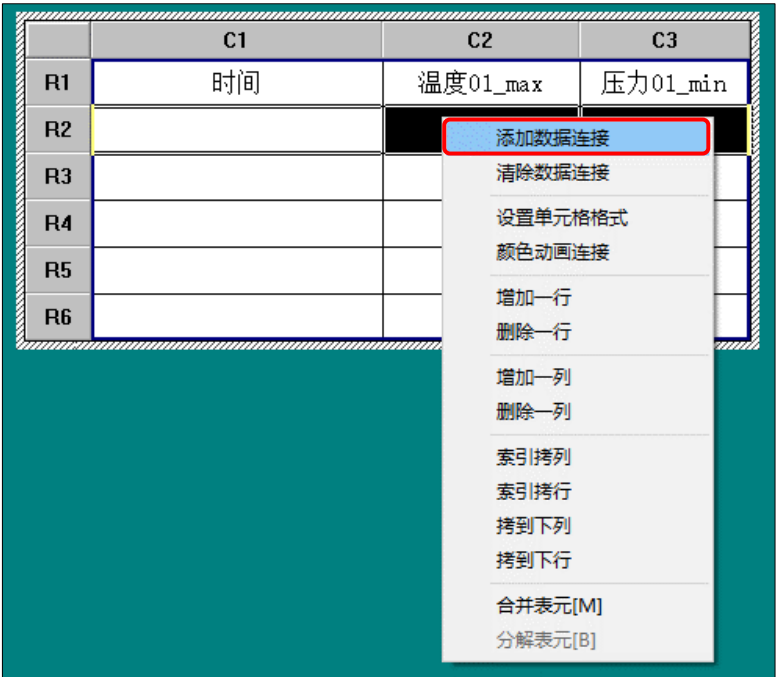

图 5.2-22 添加数据连接
- ④ 添加数据连接：如图 5.2-22，按住鼠标左键 → 框选第 2 行单元格 → 移动鼠标至框选的单元格 → 右键 → 点击“点击数据连接”。